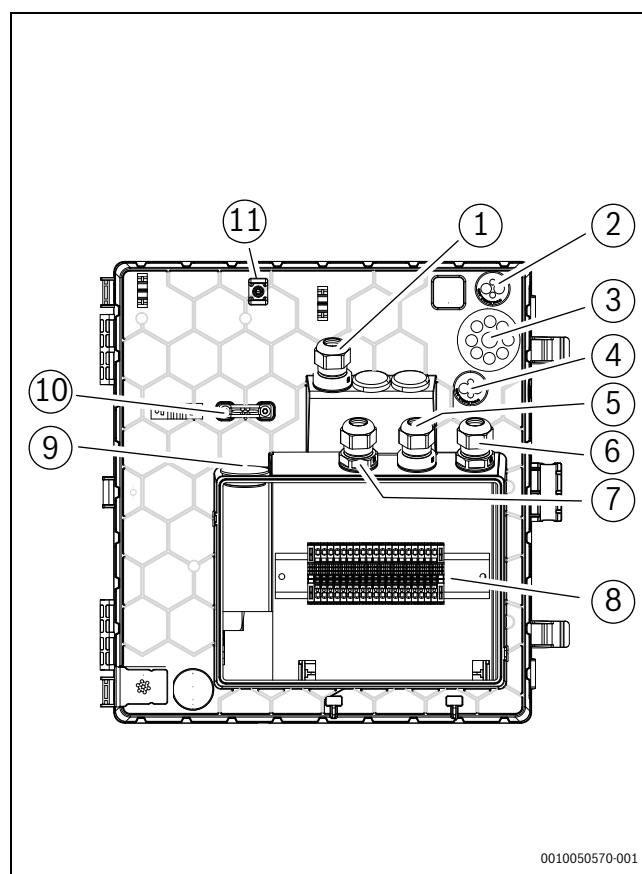

Fig. 33 Passe-câbles sur le boîtier électrique
3. Faire passer les câbles dans le boîtier électrique (→Figure 33).
Pour les passe-câbles (→ Figure 33 [2], [3], [4], [10]), une petite piqure dans la membrane suffit, puis les lignes peuvent être enfoncées.
- Après l'insertion des câbles, serrer les presse-étoupes de câbles (→ Figure 33 [1], [5], [6], [7], [8]).
- Utiliser les points de fixation définis [12] pour fixer les câbles qui ont été insérés dans les entrées (→ Figure 33 [2], [3], [4]).